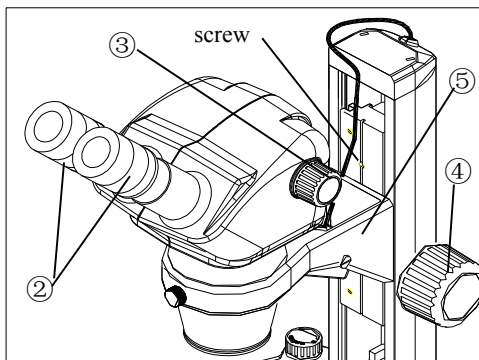

Fig6
3.1.2 doipter adjustment(fig.6)